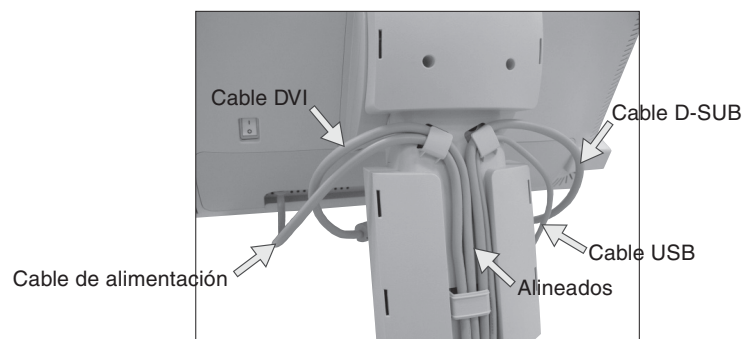

Figura C.4
7. Para manejar los cables sin problemas, colóquelos en el conducto para cables siguiendo este orden: Cable de alimentación y cable DVI (**figura C.4**).
8. Introduzca el cable DVI y el cable de alimentación en los corchetes correspondientes, como se indica en la **figura C.4**.
9. Introduzca el cable D-Sub y el cable USB en los corchetes correspondientes, como se indica en la **figura C.4**.
10. Asegúrese de que todos los cables quedan bien alineados con el soporte (**figura C.4**).